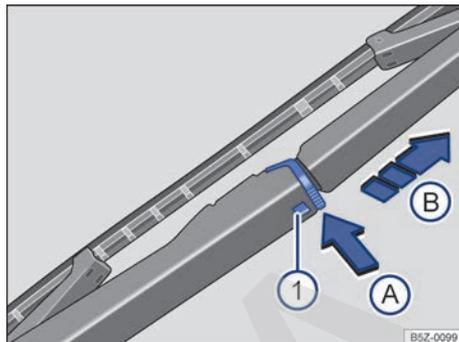

Fig. 137 Cambiar la escobilla del limpiavidrio.
- Mantenga pulsada la tecla de desbloqueo → **fig. 137** ①.
- Presionar el bloqueo de la escobilla del limpiapuneta → **fig. 137** en el sentido de la flecha ④.
- Tire de la escobilla del limpiapuneta → **fig. 137** en el sentido de la flecha ⑤.
- Introduzca la nueva escobilla del limpiapuneta **del mismo tamaño y modelo** en el brazo del limpiapuneta en el sentido contrario a la flecha → **fig. 137** ⑥ hasta que encaje.